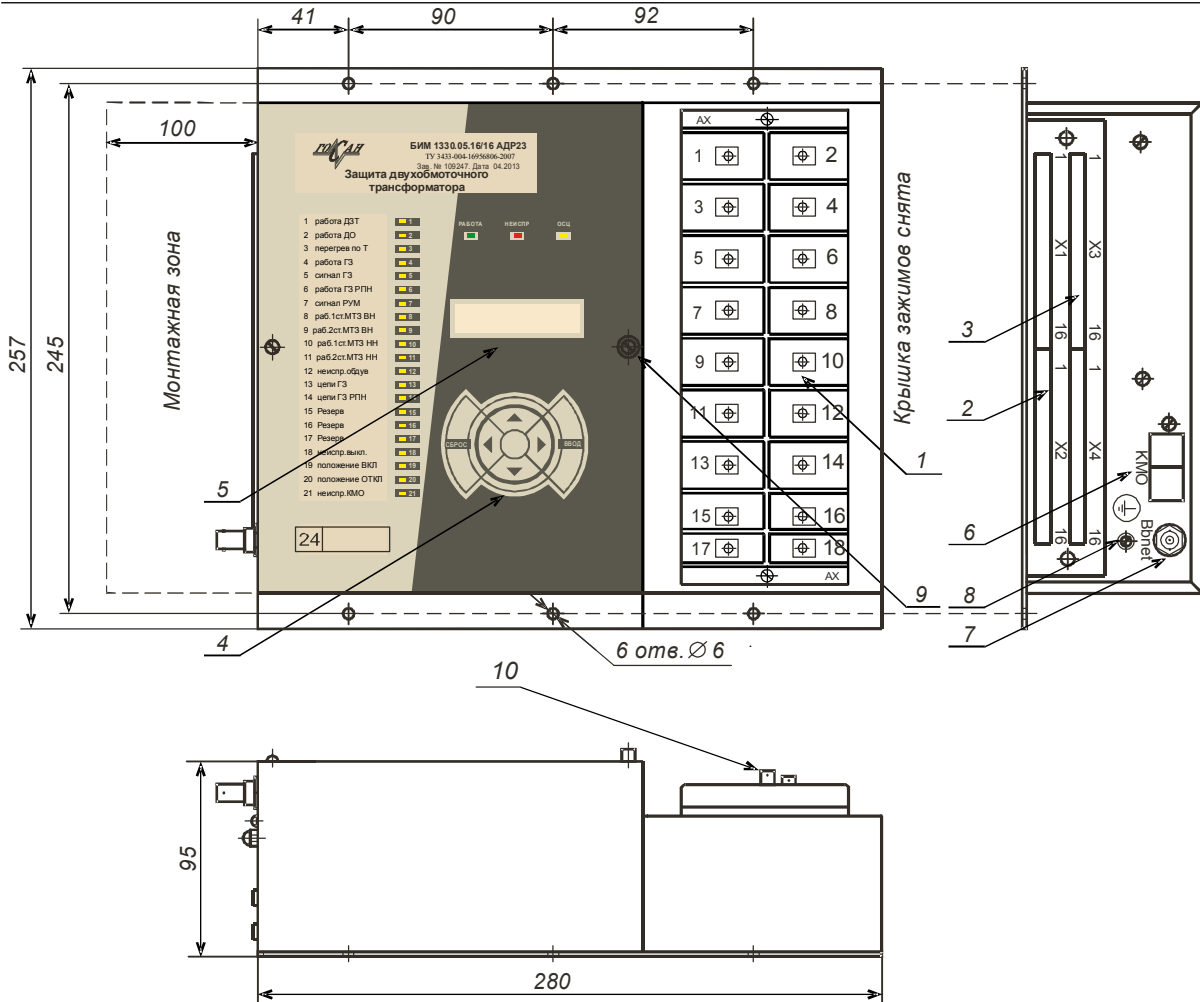

Рис. 2 Общий вид модификации БИМ 1XXX – 16 дискр. входов, 16 дискр. выходов
БИМ 1XXX – для одностороннего монтажа на панелях и в шкафах (рис. 2), с количеством дискретных входов и выходов 16/16. Выполнен в виде двух корпусов, соединённых между собой. В меньшем корпусе находится аналоговая часть с преобразователями и клеммными зажимами АХ1-АХ18 (1) для подключения цепей переменного тока, а также цепей питания терминала. На лицевой стороне корпуса находится блок индикации с символьным дисплеем (5) и клавиатурой (4). На боковой стороне корпуса расположены разъёмы дискретных входов Х1-Х2 (2), разъёмы дискретных выходов Х3-Х4 (3), разъёмы интерфейсов (6,7) и винт заземления терминала (8).